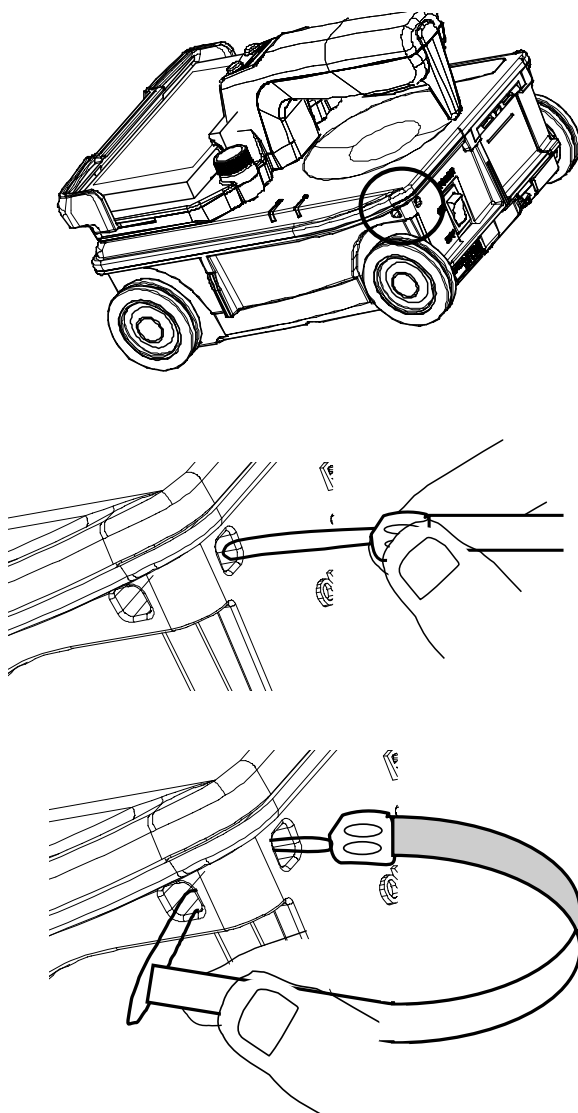

図 2-5 ハンドストラップ
センサー本体は、落下防止用のハンドストラップを標準添付しています。ハンドストラップは、図 2-5のようにハンドストラップ取り付け穴（図 1-2 ⑨）に取り付け、ハンドストラップに手を通して探査してください。